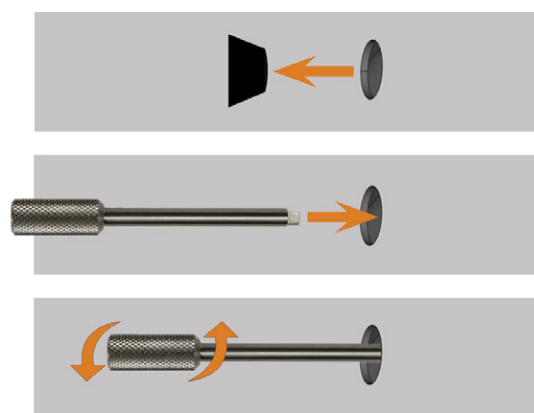

FIG. 47 UTILIZZO DELLA CHIAVE DI SBLOCCAGGIO D'EMERGENZA
3. Disattivare il blocco di sicurezza dello sportello del vano di lavoro, come mostrato nella figura (Fig. 47 sotto):